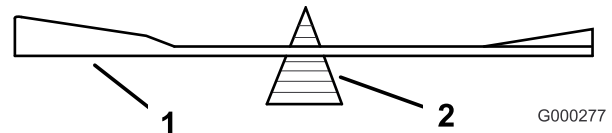
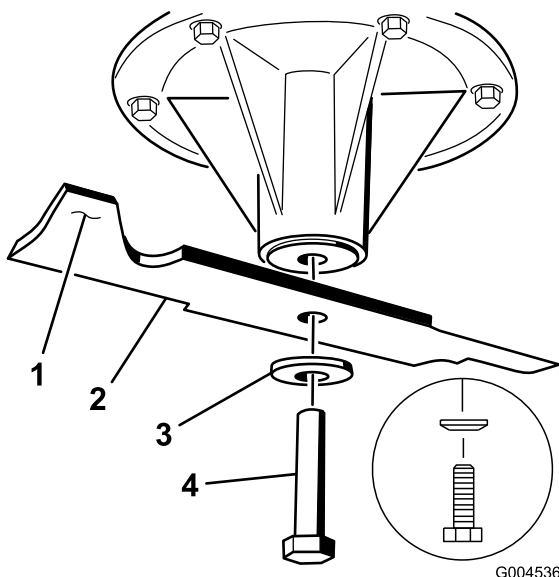

Bild 94
Bild 95
2. Überprüfen Sie die Auswuchtung des Schnittmessers auf einer Ausgleichsmaschine (Bild 94). Wenn das Schnittmesser in seiner horizontalen Position bleibt, ist es ausgewuchtet und kann wiederverwendet werden. Feilen Sie, wenn das Schnittmesser nicht ausgewuchtet ist, vom Flügelbereich des Messers etwas Metall ab (Bild 95). Wiederholen Sie diesen Vorgang, bis das Messer ausgewuchtet ist.
1. Setzen Sie das Messer auf die Spindelwelle (Bild 95).
2. Setzen Sie die Federscheibe und die Messerschraube ein. Der Konus der Federscheibe muss bei der Installation in Richtung Schraubenkopf zeigen (Bild 95). Ziehen Sie die Messerschraube mit 115 bis 149 Nm an.